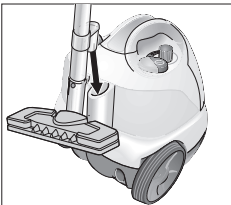

Abb. 8: Parkposition
- Bei kurzer Arbeitsunterbrechung kann das Verlängerungsrohr mit montierter Düse in die Parkposition gesteckt werden (siehe Abb. 8).